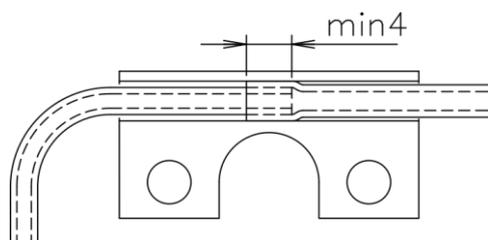

図 1
- (3) 図 1 のようにノズルへチューブが差し込まれた箇所が、Fig.No.102 ホルダの中央へ来るようにノズルをセットします。